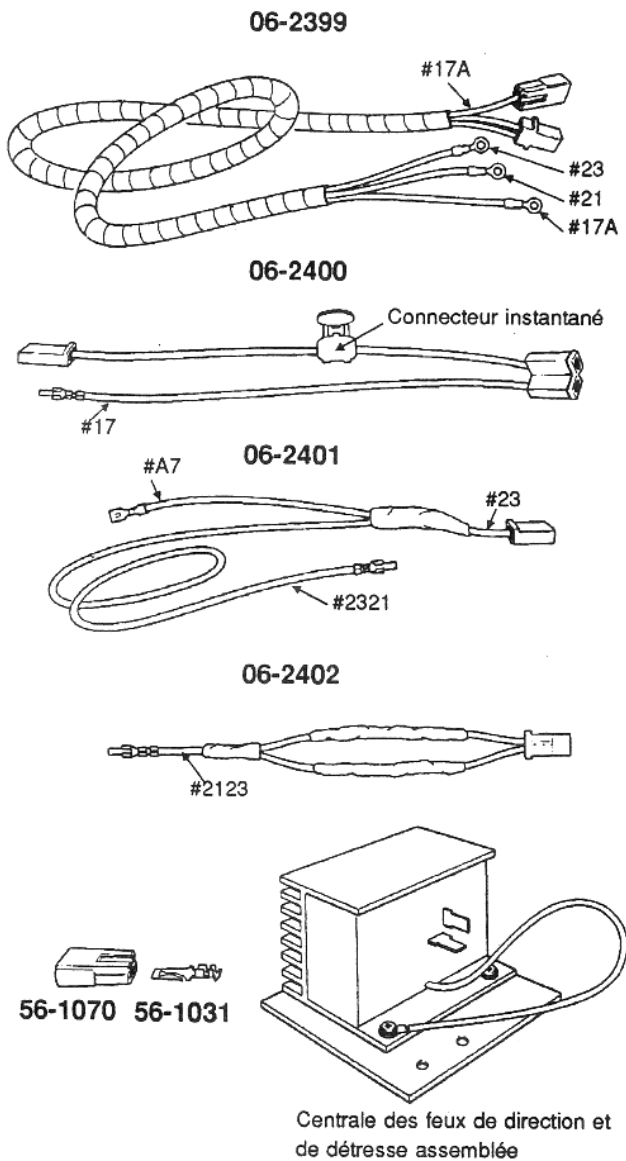
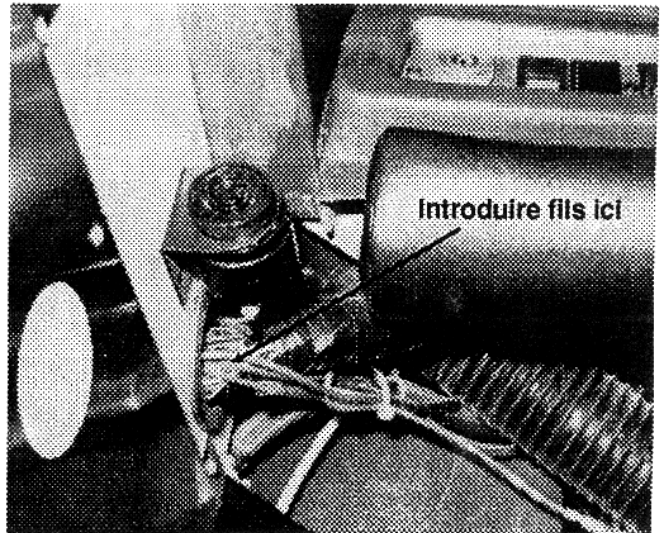
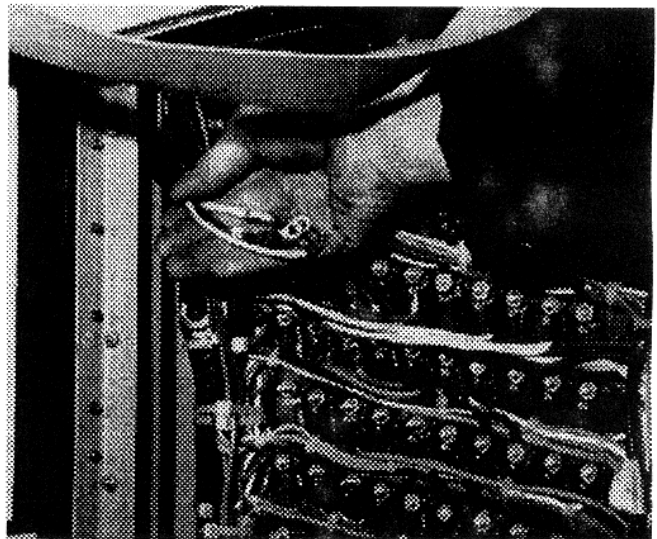

Figure 2
Figure 3
Figure 4
8. Prendre le faisceau de fils # 06-2399 (voir figure 2). De l'intérieur du véhicule, introduire les trois (3) fils munis d'une cosse à anneau dans le passe-fils situé sur la paroi gauche en-dessous du tableau de bord, (consulter la figure 3 pour plus de détails), pour les ressortir au tableau électrique avant gauche (voir figure 4).